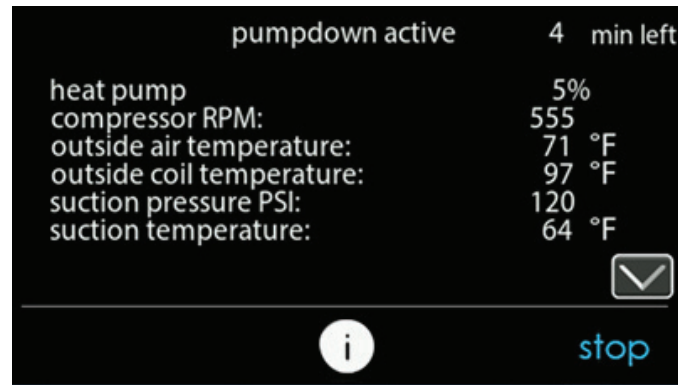

Fig. 23 – Écran de statut d'évacuation du frigorigène
4. Appuyez sur la touche Start (Démarrer) de l'interface utilisateur pour démarrer le processus d'évacuation du frigorigène. L'appareil commence à fonctionner dans le mode sélectionné après un bref délai. Un écran d'état s'affiche par la suite. Consultez la Fig. 23.